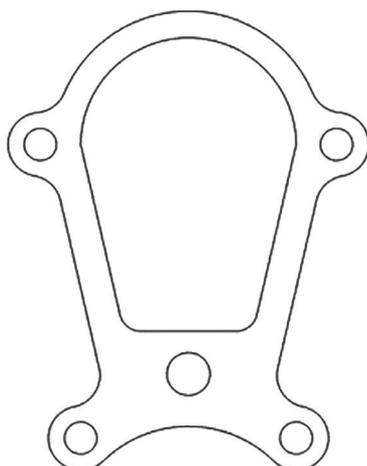

图 1-2-20 密封圈
(18) 单击“确定”按钮退出三维曲线绘制状态，完成的密封圈图形的绘制，结果如图 1-2-20 所示。